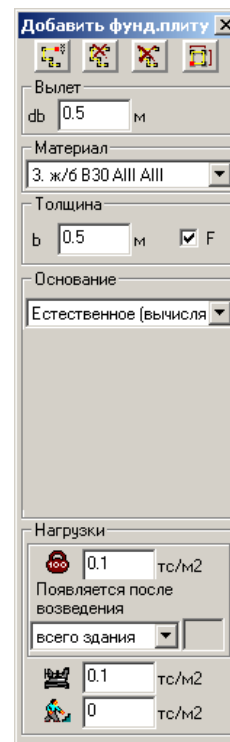

Рис.1.15.1. Окно диалога **Добавить фундаментную плиту**
- В открывшемся окне диалога **Добавить фундаментную плиту** (рис.1.15.1) задайте следующие параметры: